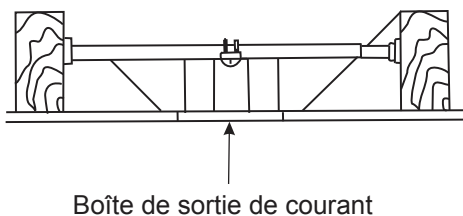

Fig. 4
**REMARQUE :** Selon l'emplacement choisi pour l'installation, il se peut que vous ayez besoin d'acheter et installer un « étrier à solive » pour soutenir la boîte de sortie de courant. Assurez-vous que l'étrier à solive que vous achetez est conçu pour une utilisation avec les ventilateurs de plafond. (Fig. 4)